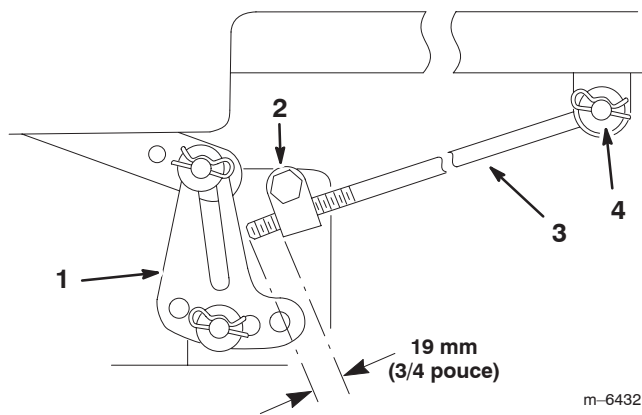

Figure 41
5. Mesurez la longueur de tige qui dépasse du bloc de réglage sur les côtés du châssis (Fig. 41).
6. Si la longueur n'est pas égale à 19 mm (3/4 pouce), retirez la goupille fendue et la rondelle de l'extrémité de la tige (Fig. 41), puis vissez ou dévissez la tige jusqu'à obtention de la longueur requise.